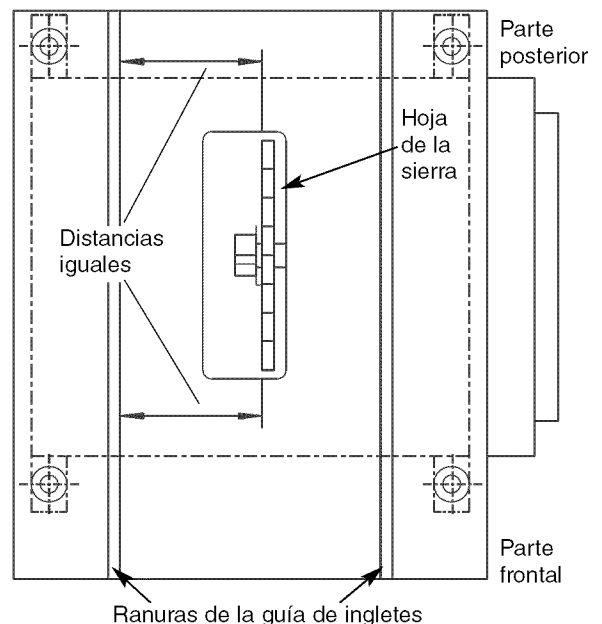

Figura 3 – Alineamiento de las Ranuras de la Guía de Ingletes con la Hoja de la Sierra
- Calibre este diente con la vara de espiga. Si el diente está en la misma posición, en relación con la guía de ingletes, la mesa está paralela con la hoja. En resumen, las ranuras de la guía de ingletes deben estar paralelas con la hoja. Esto significa que cuando se mide la distancia entre la hoja y la ranura en la parte frontal y posterior de la hoja, las distancias serán iguales (véase la Figura 3).